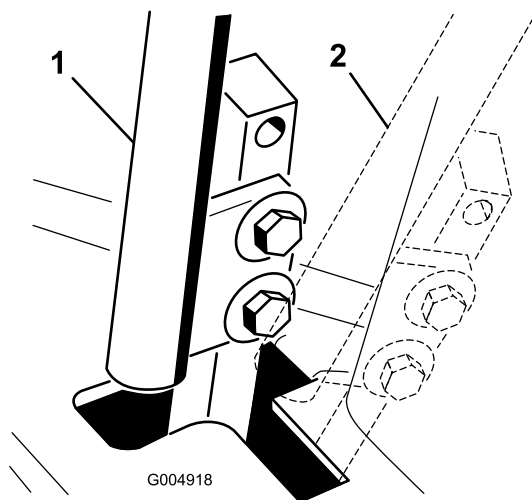

Figura 63
4. Desloque as alavancas para a posição neutra mas **não bloqueada** (Figura 63).
- Verifique onde é que a alavanca de controlo está relativamente ao entalhe na consola (Figura 63). Deverá estar centrada permitindo que a alavanca rode para fora para a posição de bloqueada em ponto-morto.